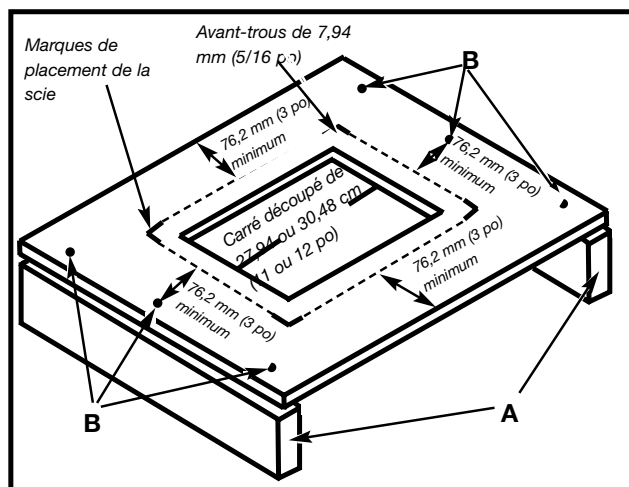

Fig. 4B
**⚠ AVERTISSEMENT** LE SUPPORT DE LA SCIE DOIT ÊTRE STABLE ET CAPABLE DE SUPPORTER 136 KG (300 LIVRES). Il est également possible de construire un simple support en hauteur, comme le montre la Fig. 4B.
Aligner la scie à la surface de support et marquer l'emplacement de quatre trous de 7,94 mm (5/16 po) à percer (Fig. 4B).
Poser la scie à l'écart, puis percer des trous à l'emplacement de ces marques. Marquer l'emplacement d'un carré de 27,94 ou 30,48 cm (11 ou 12 po) de côté, au centre des quatre trous de montage. Couper et retirer ce carré (Fig. 4B). Pour élever la surface de support, mesurer deux 2 x 4 (A, Fig. 4B) sur la largeur de deux côtés opposés de la surface de support. Fixer la surface de support sur les arêtes étroites des 2 x 4 (comme indiqué sur la Fig. 4B) à l'aide de vis à bois (non fournies), à trois endroits au moins sur chaque côté (B, Fig. 4B).